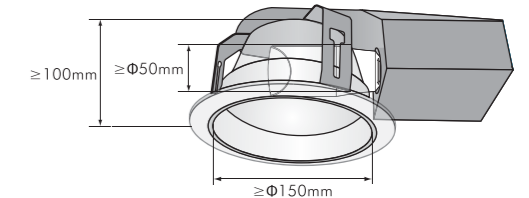

FIG.5
- Si la lampara con sensor se instala en una luminaria metálica (dimensiones interiores mínimas: H=100mm, diámetro=150mm), asegurarse que la lampara este alejada a lo sumo 10mm de la pantalla de la luminaria para prevenir funcionamiento errático. (ver Fig. 5)